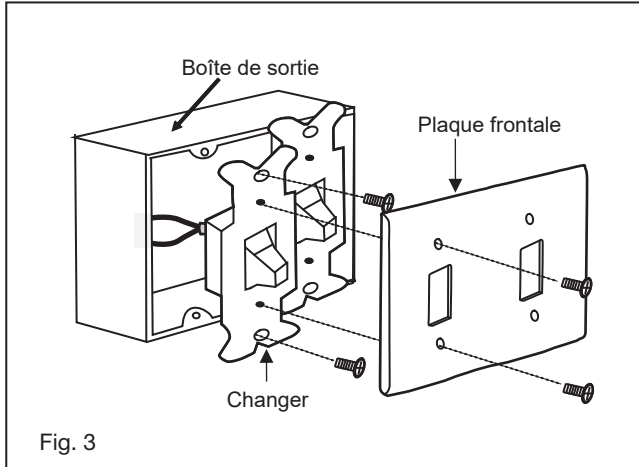

Fig. 3
- 1 Retirez la plaque murale existante et l'ancien interrupteur de la boîte de prise murale. (Fig. 3)
Un débit d'air DESCENDANT crée un effet de refroidissement tel qu'illustré à la figure 3. Cela vous permet de régler votre climatiseur à un réglage plus chaud sans affecter votre confort.